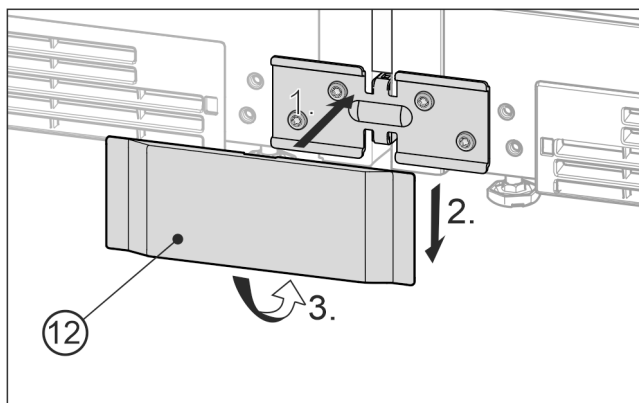

Fig. 20 Zobrazení příkladu
- Dolní kryt Fig. 20 (12) nasadte zpředu na úhelník Fig. 20 (1), zasuňte dolů Fig. 20 (2) a dole zatlačte do západek Fig. 20 (3).